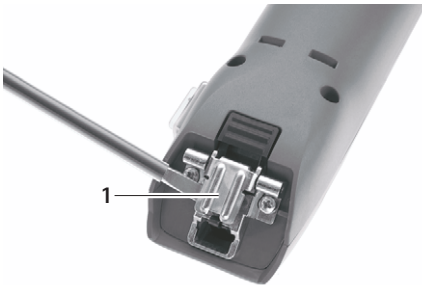

Fig. 1
- La charnière de lame étant fermée: déployer la charnière de lame 1 avec le tournevis, voir Fig. 1.